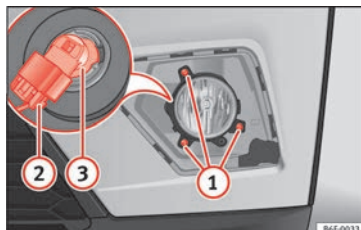

Abb. 114 Nebelscheinwerfer: Lampenträger ausbauen
2. Entfernen Sie die 3 Schrauben » **Abb. 114** **1** und ziehen Sie den Nebelscheinwerfer ab.